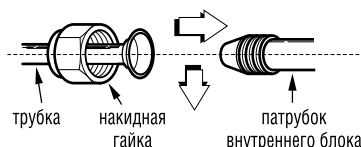

Рис. 18
- Установите развальцованные трубы соосно со штуцером (рис. 18).